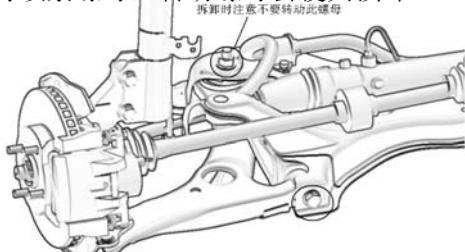

图 5.1-15
- ③ 拆下 2 个螺栓和螺母, 拆下前悬下摆臂总成, 如图 5.1-15 所示。注意不要转动螺母, 螺母为锁紧螺母, 转动螺母会使其损坏。